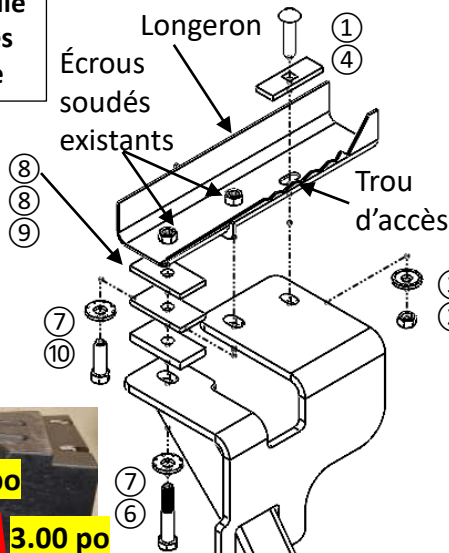

Figure 3
- Abaisser le silencieux:** Utiliser de l'eau savonneuse pour lubrifier les supports en caoutchouc de l'échappement. À l'aide d'une pince pour échappement, retirer deux (2) supports en caoutchouc. **NOTA:** S'assurer de supporter l'échappement avant d'enlever les supports en caoutchouc.
- Enlever le panneau décoratif inférieur:** À l'aide d'une douille 7 mm et d'un tournevis à lame plate, retirer huit (8) vis et un (1) rivet du panneau décoratif inférieur du côté passager. Remettre deux (2) vis au propriétaire du véhicule.
- Retirer les boulons:** À l'aide d'une douille 19 mm, retirer deux (2) boulons M12 de la surface inférieure du châssis des deux côtés du véhicule, voir **Figure 3**.